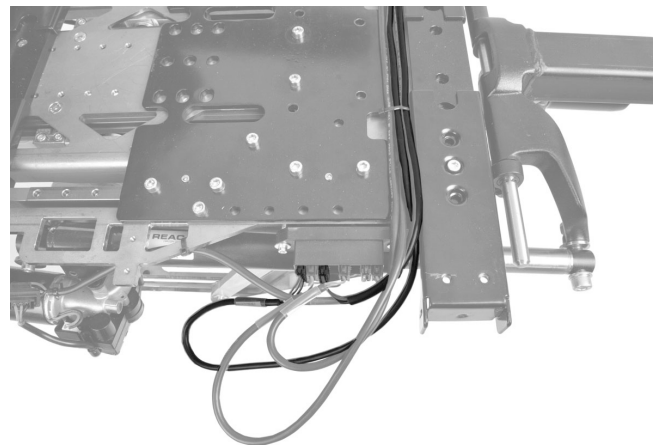

Abbildung 87. Die Verkabelung der AP Sitzhöhenverstellung ist am Kontaktblock im Sitzrahmen angeschlossen.
7. Verkabelung der AP Sitzhöhenverstellung an den Kontaktblock am Sitzrahmen anschließen. Siehe Abbildung. 87. Kabel an den Leitungshaltern befestigen.